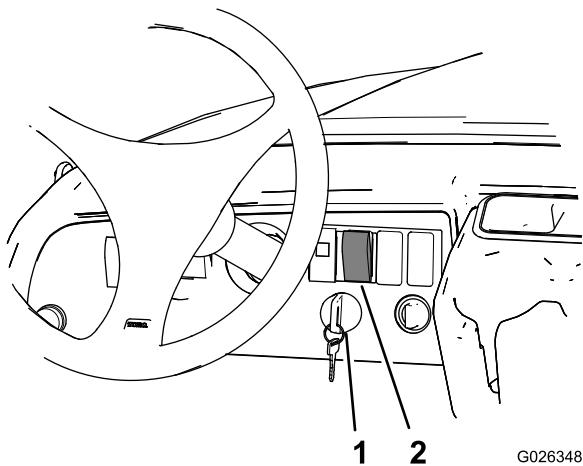

図 6
1. 電源スイッチを ON 位置にする図 6。
2. 荷台昇降スイッチの上半分を押して荷台を完全に上昇させる 図 6。
3. 電源スイッチを OFF 位置にする図 6。
7. 電源スイッチを ON 位置にする図 6。
8. 荷台昇降スイッチの下半分を押してアクチュエータを行程一杯まで作動させる 図 6。
9. 電源スイッチを OFF 位置にする図 6。